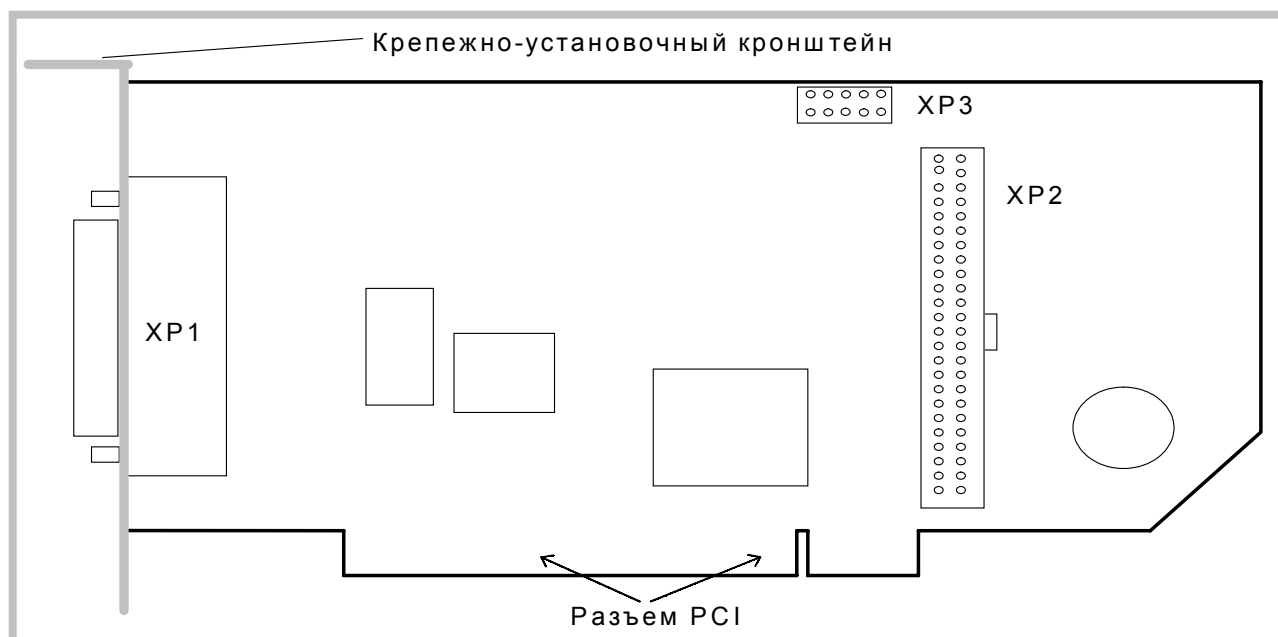

Рис. 7. 1
7.1.1. Расположение разъемов ХР1, ХР2 и ХР3 показано на рисунке (Рис. 7. 1).